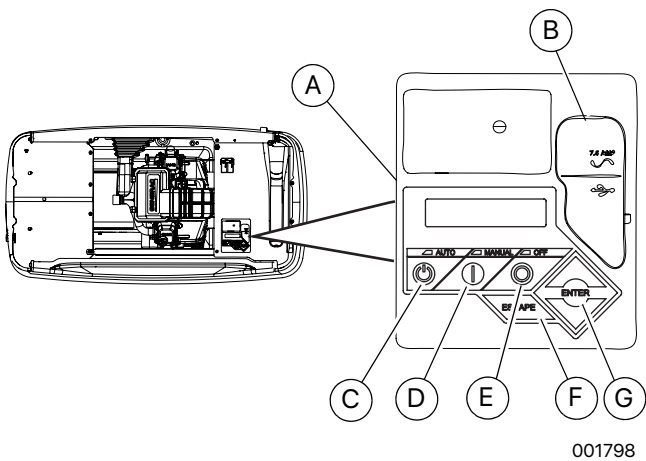

Рис. 3-4. Панель керування генераторної установки
Див. Рис. 3-4. Інтерфейс панелі керування (A) знаходиться під кришкою корпусу. Перш ніж намагатися підняти кришку корпусу, переконайтеся, що лівий та правий бічні замки відчинені. Відкрийте кришку, як зазначено у Відкривання кришки. Плавка вставка на 7,5 А знаходиться під гумовою кришкою (B) праворуч від панелі керування. Перш ніж закривати пристрій, переконайтеся, що лівий та правий бічні замки відведені убік.